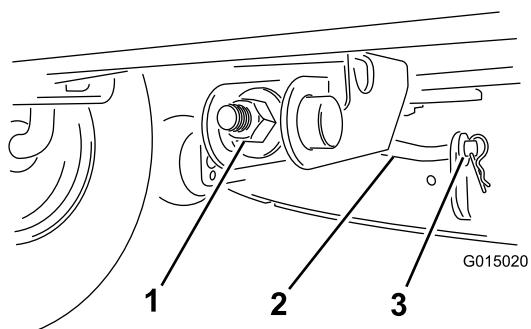

Figure 33
- Retirez la goupille fendue et la rondelle de la tige de support avant (Figure 33) et abaissez l'avant du plateau de coupe au sol avec précaution.
- Fixez la tige de support avant au plateau de coupe à l'aide de la rondelle et de la goupille fendue (Figure 33).